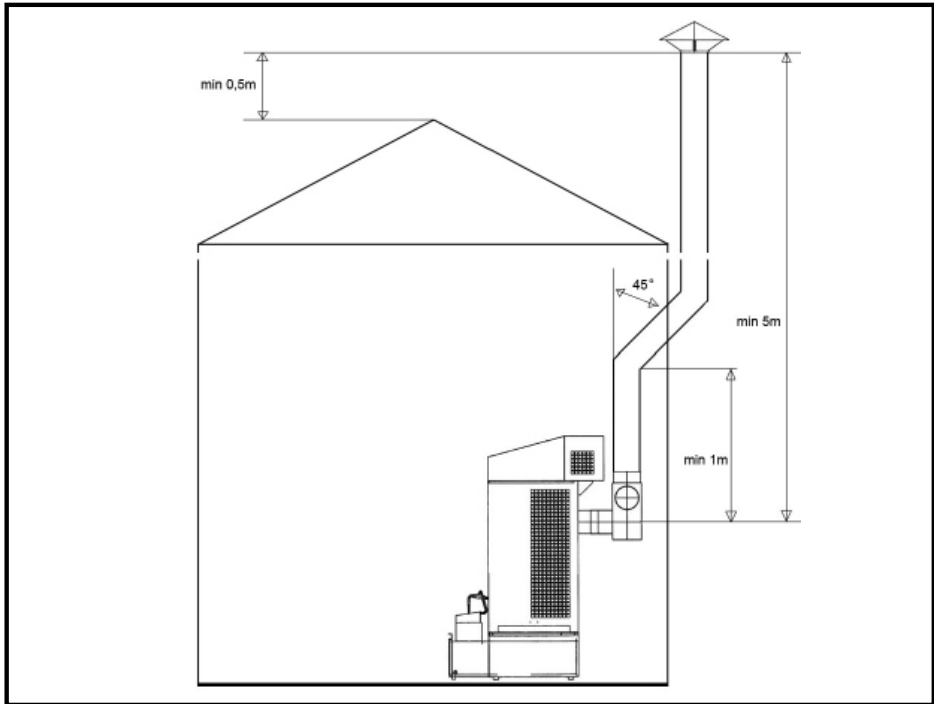

Fig. 2
► Fig. 2 Инсталиране на комина